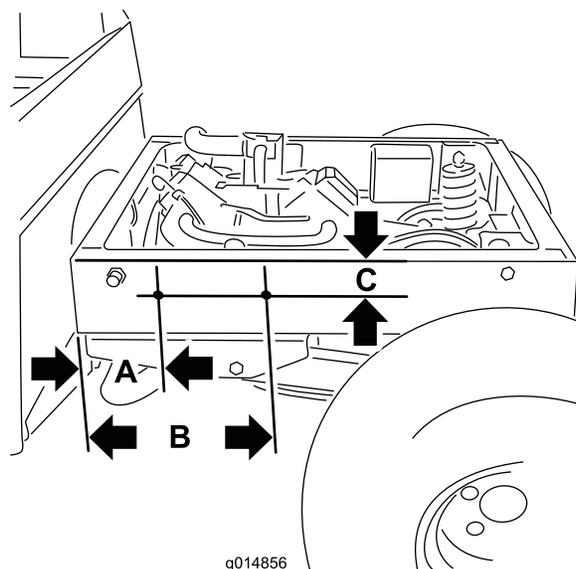

Figura 5
1. Sulla sinistra del cassone, misurate, segnate e punzionate con un trapano la posizione dei fori come mostrato in Figura 5.